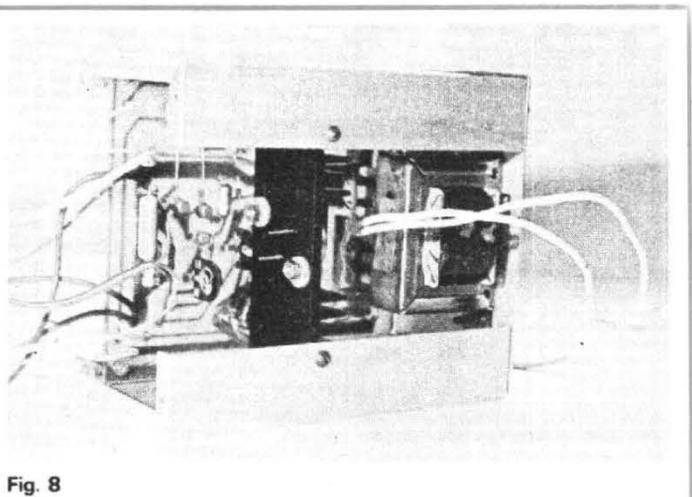
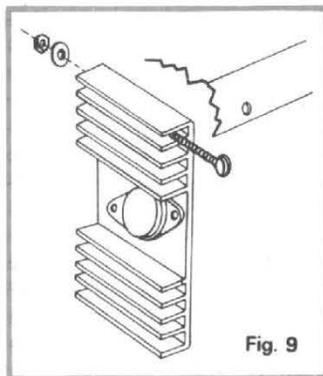

Fig. 8
Fig. 9
-2- réglage de l'AFC par R_6 figure 8
- Selon la qualité des composants employés au niveau de IC_4 figure 8 ; une légère dérive thermique peut se manifester entre la mise sous tension et $1/2$ heure de fonctionnement environ. Cette dérive est parfaitement sans importance et n'apparaît qu'au niveau du galvanomètre d'accord qui se déplace de quelques divisions. Pour les puristes nous indiquons une méthode permettant de remédier à cet inconvénient :
habituels (feuille de mica, canons de plastique). La photographie de la figure 8, prise de trois quarts avant en cours de construction, montre comment le radiateur est vissé sur les rebords verticaux du coffret. Les vis de fixation traversent simplement les ailettes (voir détail en figure 9).